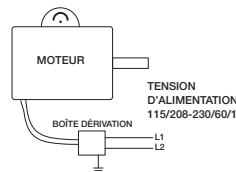

Figure 3 — Schéma de câblage typique VENTILATEURS INDUSTRIELS POUR GRANDE EAU
1. Raccorder l'alimentation conformément au NEC et tous les codes locaux. Voir le schéma de câblage à la Figure 3.